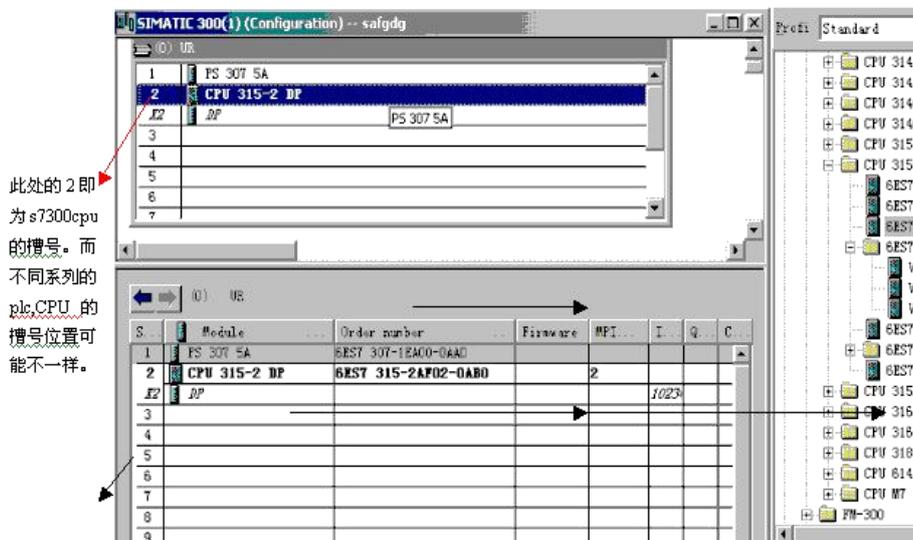

图 3-1
1、打开西门子 PLC 编程软件 step7 V5.5, 打开硬件配置如下图 3-1 所示。CPU 315-2 DP 前面的 2 为 PLC 在机架上的槽号。对应组态王地址\*. \*格式的小数点后的值。